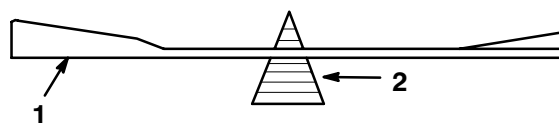

Figure 39
2. Vérifier l'équilibre de la lame en la plaçant sur un équilibreur (Fig. 39). Si la lame reste horizontale, elle est équilibrée et peut être utilisée. Si la lame est déséquilibrée, limer un peu le dos de la lame. Vérifier de nouveau et répéter la procédure jusqu'à ce que la lame soit équilibrée.